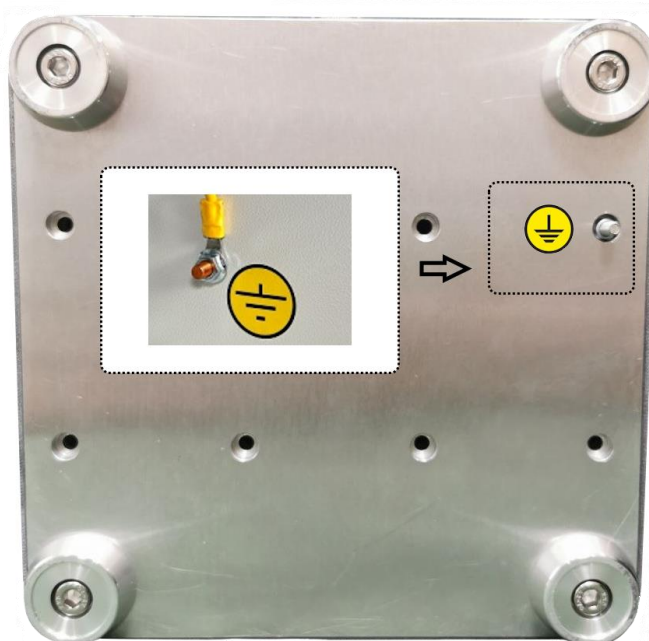

Рисунок 4 – Подключение защитного заземления микроскопа
2.2.4.6 Подключите защитное заземление к корпусу основания микроскопа (см. Рисунок 4). Усилие затяжки должно быть достаточным 2.7 – 3.5 (Н\*м) для обеспечения надежного контакта заземляющего устройства.